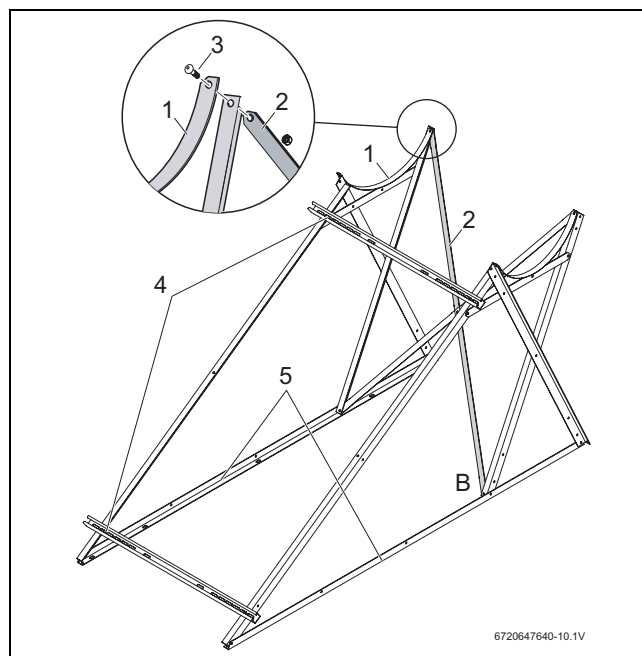

Fig. 15 Visser les rails profilés en U
- la deuxième contre-latte (→ fig. 15, [2]) soit montée du haut derrière à gauche vers le bas devant à droite (→ fig. 15, [B]).
- Visser les rails profilés en U (→ fig. 15, [4]) en haut et en bas au milieu aux rails de support-capteur.
- Positionner les rails de support en bas (→ fig. 15, [5]) parallèlement les uns par rapport aux autres.